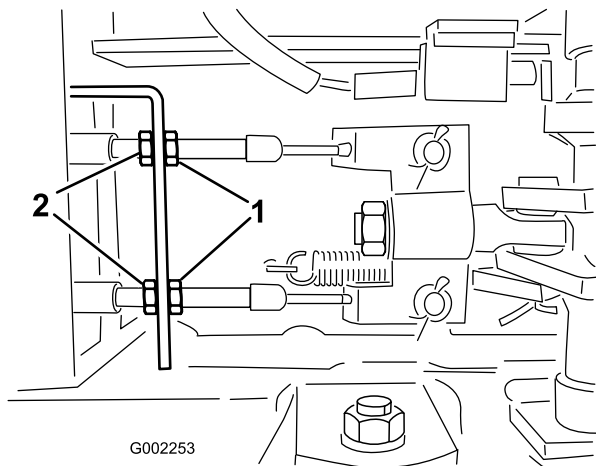

图56
5. 松开打药车前端下面的刹车线上的前螺母 图56。
6. 均匀地旋紧后螺母、直至刹车踏板移动 1/2 至 1 英寸 1 至 2 厘米时即感觉到阻力 (图56)。